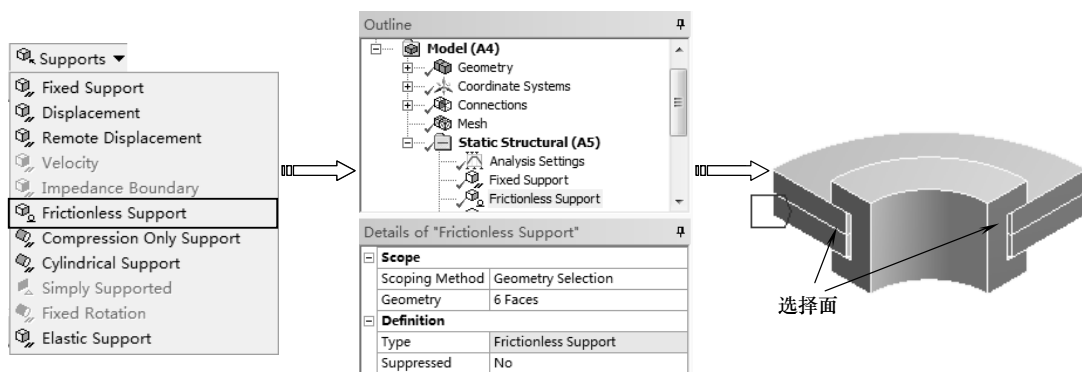

图 5-31 无摩擦约束
- ✧ Frictionless Support (无摩擦约束): 无摩擦约束是在几何体表面上施加法向约束, 如图 5-31 所示。对于实体, 这个约束可用于施加一个对称边界条件来实现, 因为对称面等同于法向约束。